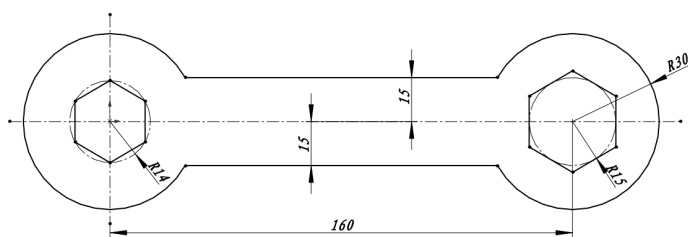

图 2-130 图形的智能标注效果
STEP 9 单击“草图”工具栏中的“智能尺寸”按钮, 按图 2-130 所示尺寸，为图形添加尺寸标注。